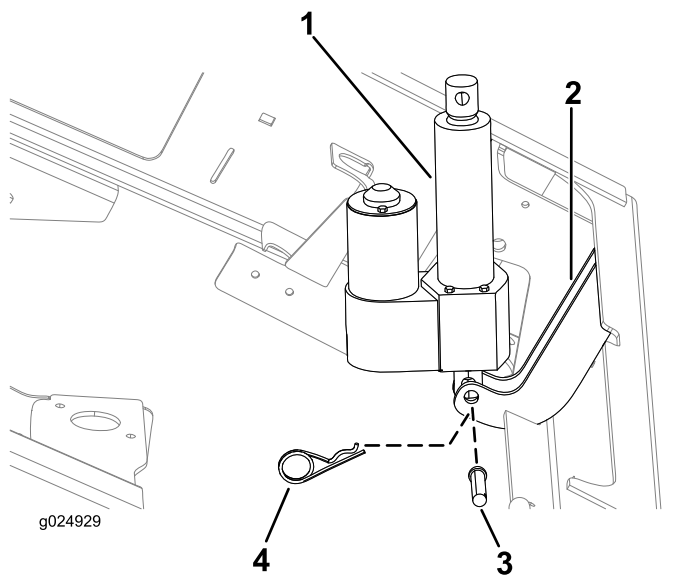

Figura 9
1. Alinee el orificio del punto de montaje inferior del actuador del elevador con los orificios de los soportes de montaje del chasis (Figura 9).
2. Sujete el actuador del elevador a los soportes de montaje del chasis con el pasador (2¼") y la chaveta (Figura 9).